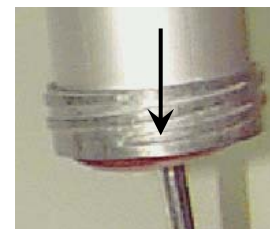

Рис. 5.
4. Повернуть корпус в вертикальное положение и надвинуть на плунжер (рис.5).